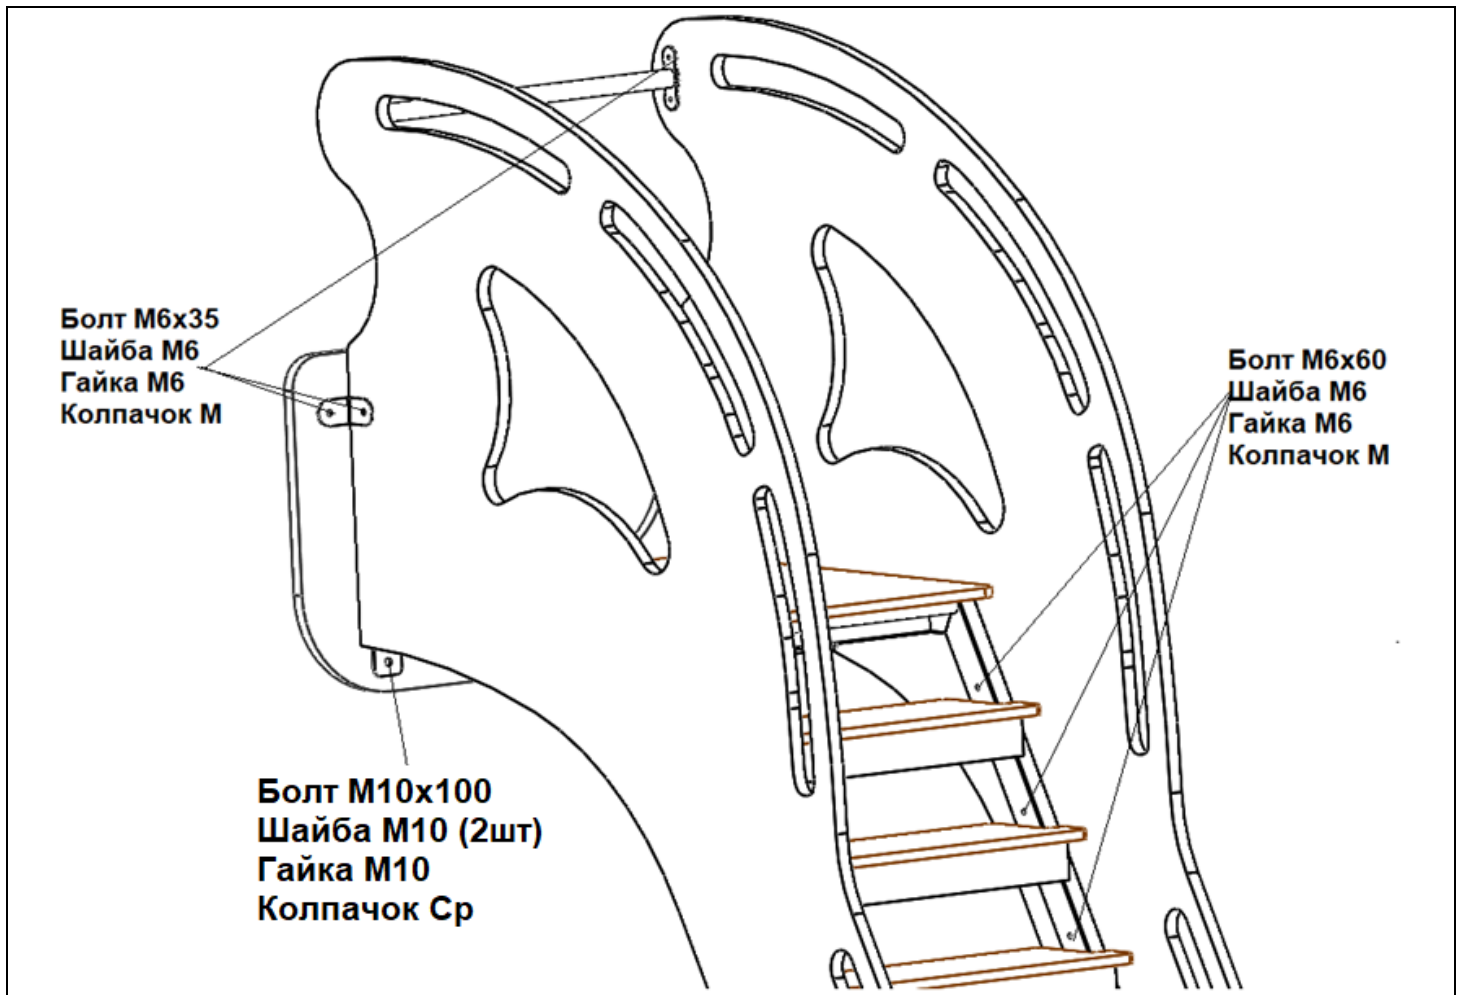

Рисунок 4
4. Закрепить металлическую штангу к боковинам лестницы болтами М6х35 + шайба + гайка + пласт. колпачок. (Рис.4)
5. Под горку вставить фанерные планки 2шт и через фанерный щит закрепить к раме болтами М10х100 + шайба + гайка. Металлический уголок прикрутить к фанерному щиту так, чтобы на него опиралась горка. В нижней части горки закрепить закладную с помощью болтов (993) М8х35 + шайба + гайка.